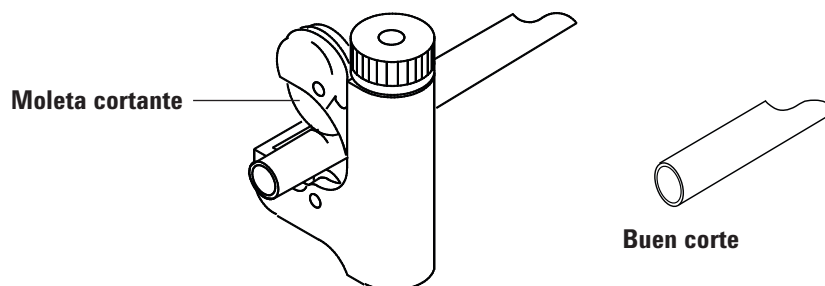

Figura 6 Cortador de tubo típico
- 2 Corte la tubería a la longitud necesaria con un cortador de tubo (**Figura 6**).